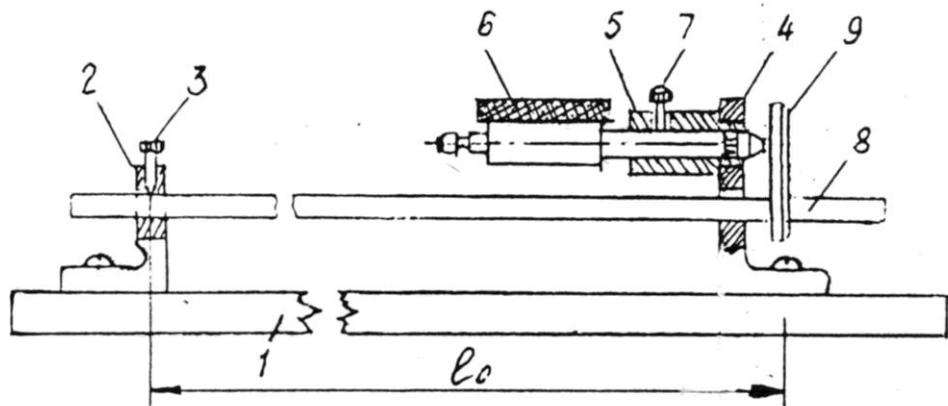

Рисунок 2 – Установка индикатора для измерения удлинения трубы
3.7 Индикатор **6** вставить в отверстие патрубка **5** и закрепить винтом **7** так, чтобы обеспечить натяжение механизма индикатора через его стержень, который должен упираться в левую сторону пластиинки (рисунок 2).